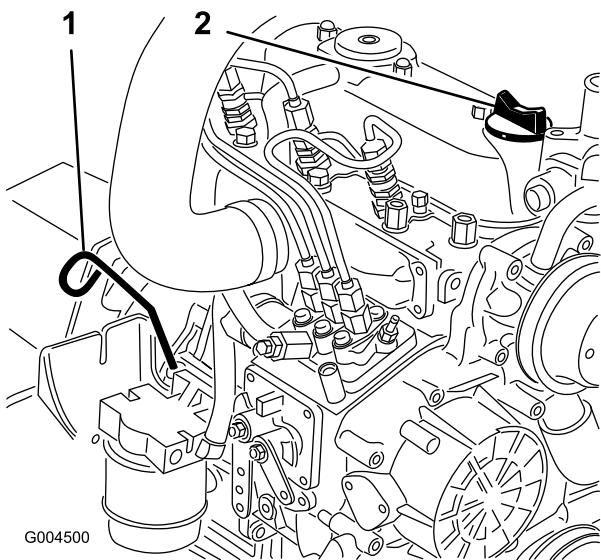

Figure 65
3. Retirez la jauge (Figure 65), essuyez-la sur un chiffon et remettez-la dans le goulot de remplissage. Sortez de nouveau la jauge et vérifiez le niveau d'huile.
4. Si le niveau n'atteint pas le repère du plein, enlevez le bouchon de remplissage (Figure 65) et faites l'appoint jusqu'à ce que le niveau correct soit atteint.